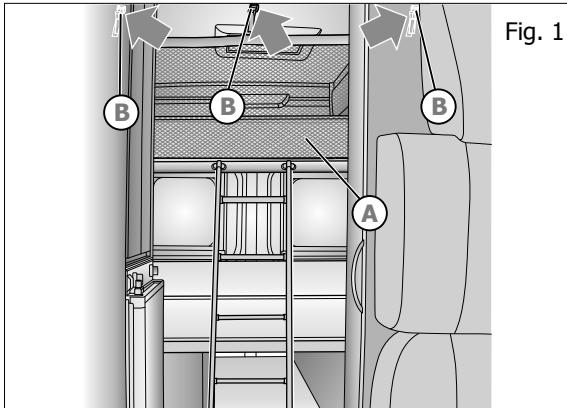

Fig. 1
- Para acceder a las camas superiores enganche la escalera (fig. 1) a los soportes oportunos **A** situados frontalmente a la zona a la cual desea acceder (fig. 2)